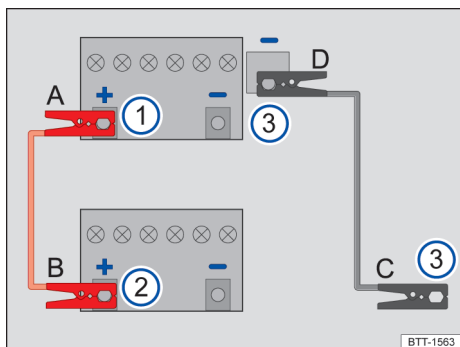

Fig. 151 Esquema para a conexão dos cabos auxiliares de partida.
Legenda para Fig. 151:
Conectar o cabo auxiliar de partida somente na sequência **A – B – C – D** → Fig. 151.
- Conectar uma extremidade do cabo auxiliar de partida *vermelho* ao polo positivo (+) do veículo com a bateria do veículo 12 V descarregada → Fig. 151 ① → ⚠.
- Conectar a outra extremidade do cabo auxiliar de partida *vermelho* ao polo positivo + do veículo fornecedor de corrente → Fig. 151 ②.
- Conectar uma extremidade do cabo auxiliar de partida *preto*, de preferência, num ponto de auxílio à partida (conexão à massa), ou então, numa peça metálica maciça firmemente aparafusada com o bloco do motor ou no próprio bloco do motor do veículo que gera corrente → Fig. 151 ③.
- Conectar a outra extremidade do cabo auxiliar de partida *preto* do veículo híbrido com a bateria 12 V descarregada, de preferência, ao ponto de auxílio à partida (conexão à massa), ou então, a uma peça maciça de metal parafusada firmemente com o bloco do motor ou ao próprio bloco do motor → Fig. 151 ③ → ⚠.
- Desconectar o cabo auxiliar de partida com o motor em funcionamento somente na sequência **D – C – B – A** → Fig. 151.